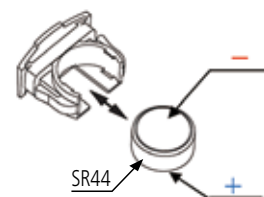

Fig. 1
6. Para un tipo digimatic, use una batería SR44 (**Código No. 938882**). (**Fig. 1**)